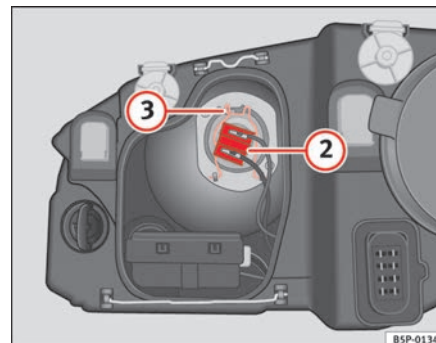

Abb. 180 Abblendlicht
- Ziehen Sie den Stecker ⇒ Seite 267, Abb. 180 ② von der Lampe ab.
- Die Haltefeder ⇒ Seite 267, Abb. 180 ③ durch Eindrücken und Rechtsdrehung abnehmen.